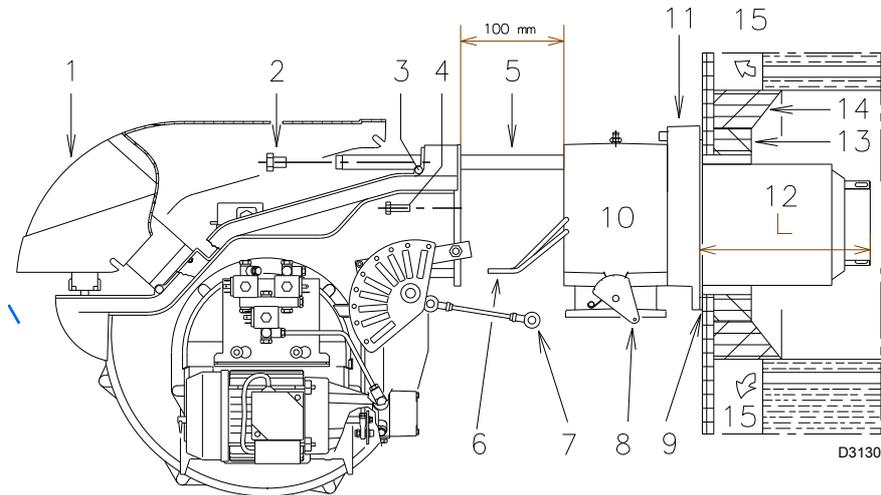
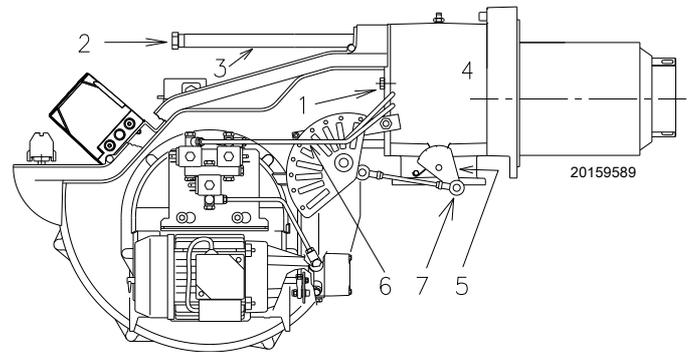

图 15
图 20
对于带前烟道 15)(图 15) 或中心回焰式炉膛的锅炉, 必须在锅炉炉补 14) 和烟道 12) 间插入炉补材料 13) 进行保护。
对于带水冷却前板的锅炉, 则不需要耐火材料制成的炉补 13)-14)(图 15), 除非锅炉制造商另有要求。
将燃烧头与燃烧器的其余部分分开，见图 15：
11) (图 15) 固定到锅炉钢板上，插入燃烧器随附的隔热垫 9) (图 15)。
将燃烧器重新安装在导轨 3) (图 20) 上，距离管接头 4) (图 20) 约 100 mm；如图 15 所示位置。
插入电极电缆，然后将燃烧器滑到离管接头最远处，燃烧器位置如图 20 所示。
将螺丝 2) 重新装到滑杆 3) (图 20) 上。
用螺丝 1) (图 20) 将燃烧器固定在管接头上。
连接轻油管，拧紧两个接头 6) (图 15)；
将铰链 7) 重新与刻度盘 5) (图 20) 连接。